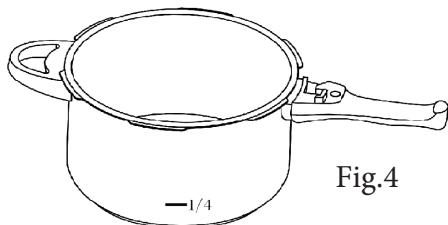

Fig.4
- Mai puțin de 2/3 din înălțimea recipientului pentru produsele care nu cresc în volum, precum carne, legumele etc. (Fig. 4);